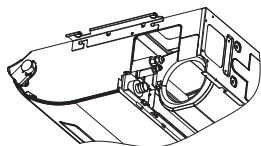

Fig. 4.3
- (2) Como se muestra en la Fig. 4.3, atornille las tuercas con 2 llaves.